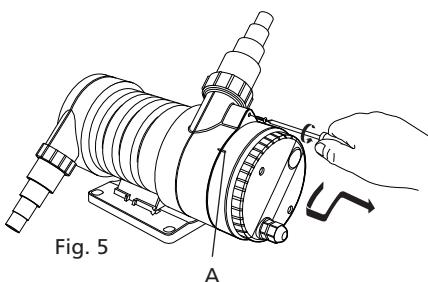

Fig. 5
i) Wyjąć wkręt mocujący głowice elektryczną (patrz rys. 5). Przekręcić głowice w lewo (kierunek przeciwny do ruchu wskaźników zegara), wyciągnąć. A następnie przekręcić w prawo (zgodnie z ruchem wskaźników). Głowicę można wówczas łatwo wyciągnąć z korpusu.
- v) Zmontować głowicę z korpusem. Posługując się znacznikami ustalającymi (patrz rys. 5) docisnąć razem obie części, przekręcając w lewo, aż zaskoczą, po czym przekręcić w prawo. Występ na wkręcie powinien znaleźć się we właściwym miejscu, aby umożliwić zamocowanie wkrętu ustalającego.